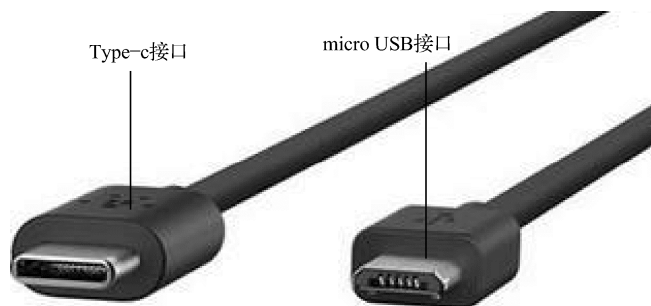

图 16-20 Type-C 与 micro USB 接口
(1) Android 手机与 PC 的连接。Android 手机与 PC 需要通过数据线进行连接，过去一般使用 micro USB 接口，现在新款手机基本都是用 Type-c 接口。两种接口类型如图 16-20 所示。将数据线连接好了以后，还需要在手机系统中进行设置，然后 360 手机助手才能正常的识别手机。